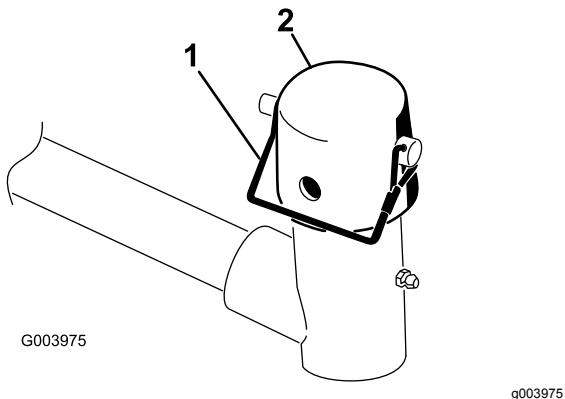

Figure 9
7. Retirez la goupille à fermoir et le capuchon de la chape de pivot du bras de levage (Figure 9).